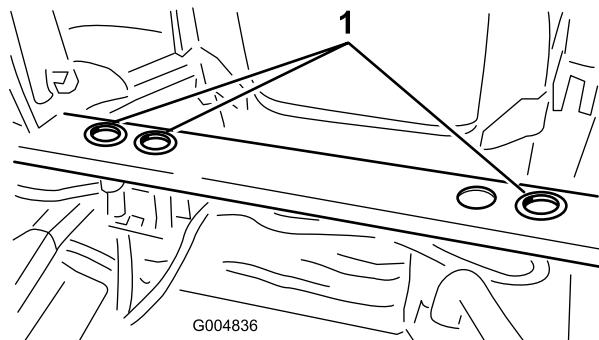

Bild 7
11. Setzen Sie Gummidichtungen in die drei Löcher in der Hinterrahmenhalterung ein, wie in Bild 7 abgebildet.